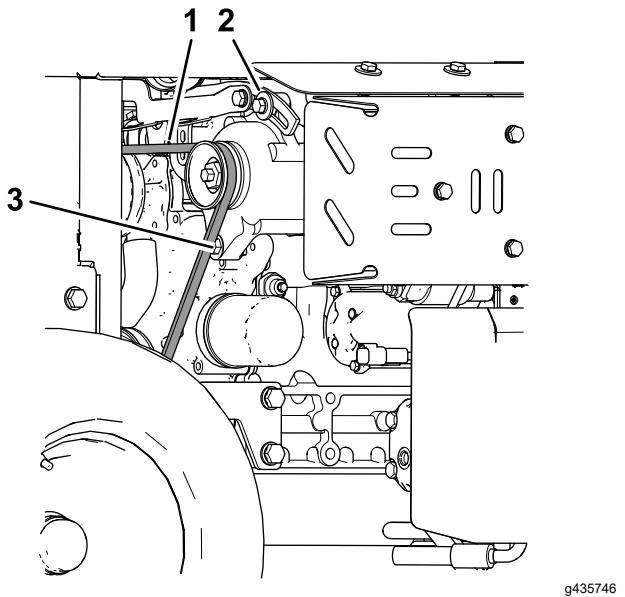

Figura 76
4. Afloje el perno de pivote del alternador y el perno de bloqueo (Figura 76).
6. Apriete el perno de bloqueo del alternador (Figura 76).
7. Apriete el perno del pivote del alternador (Figura 76).